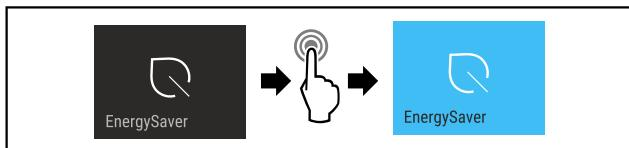

Fig. 14
- Izvedite zahtevane korake (glejte Fig. 14).